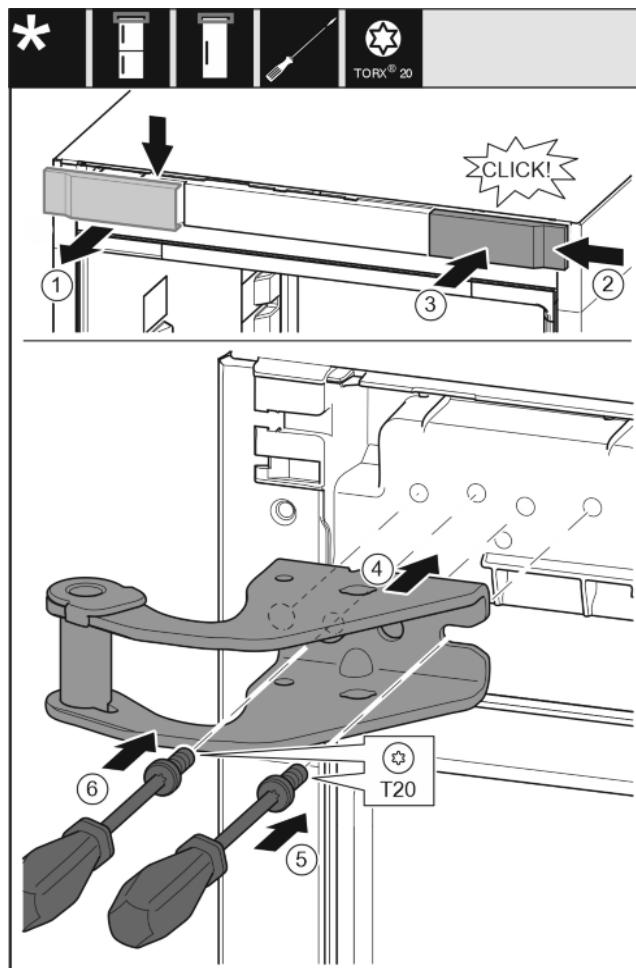

Fig. 12
- ▶ Skinite pokrov odozgo prema naprijed. Fig. 12 (1)
- ▶ Objesite pokrov okrenut za 180° na drugoj strani s desne strane. Fig. 12 (2)
- ▶ Pustite da pokrov uskoci. Fig. 12 (3)
- ▶ Postavite gornji podložak ležaja. Fig. 12 (4)
- ▶ Odvijačem T20 umetnjite i pritegnite vijak. Fig. 12 (5)
- ▶ Odvijačem T20 umetnjite i pritegnite vijak. Fig. 12 (6)